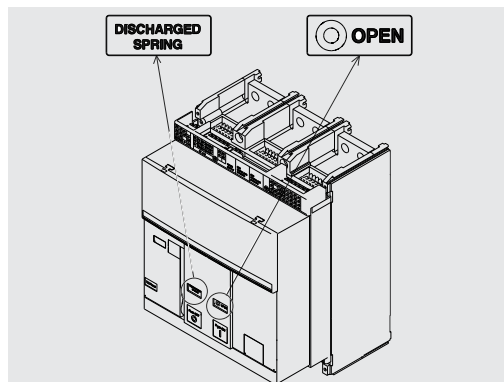

Рис. 15
1. Убедиться, что автоматический выключатель разомкнут (соответствующий индикатор находится в состоянии «O - OPEN»), и что пружины включения находятся в разряженном состоянии (индикатор состояния пружин имеет вид «белый - DISCHARGED SPRING»), как показано на Рис. 15.